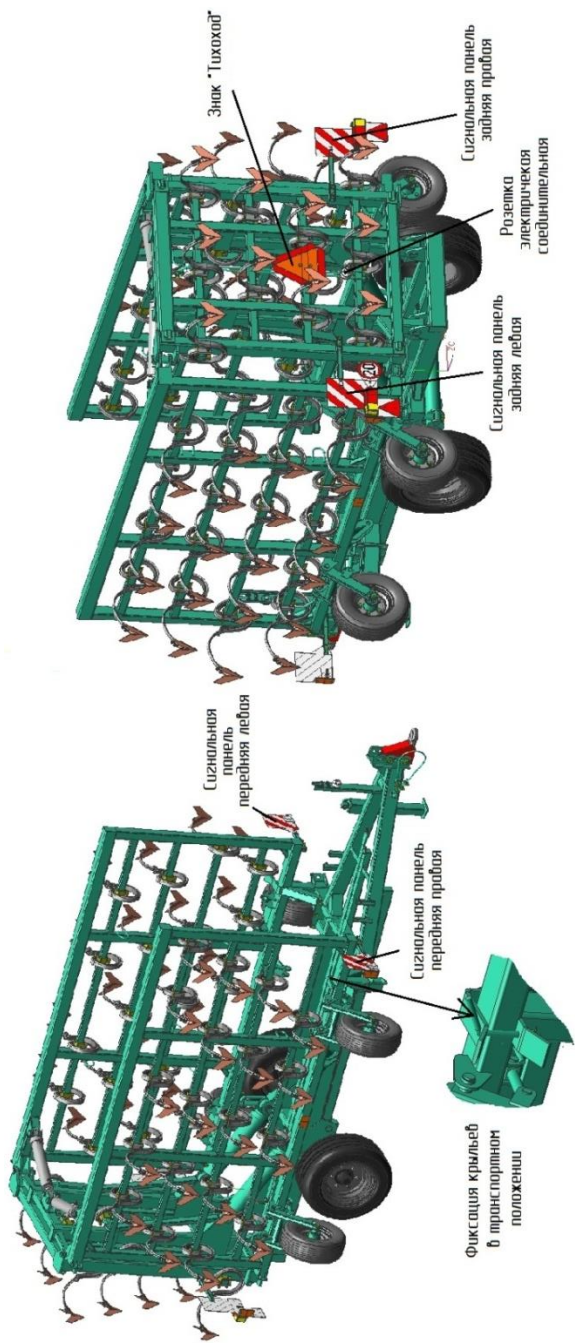

Рисунок 2 – Общий вид культиватора в транспортном положении
4.4 Перевод культиватора в транспортное положение (рисунок 2):
4.5 Установка и монтаж электрооборудования (рисунок 2 и приложения Е и Ж):